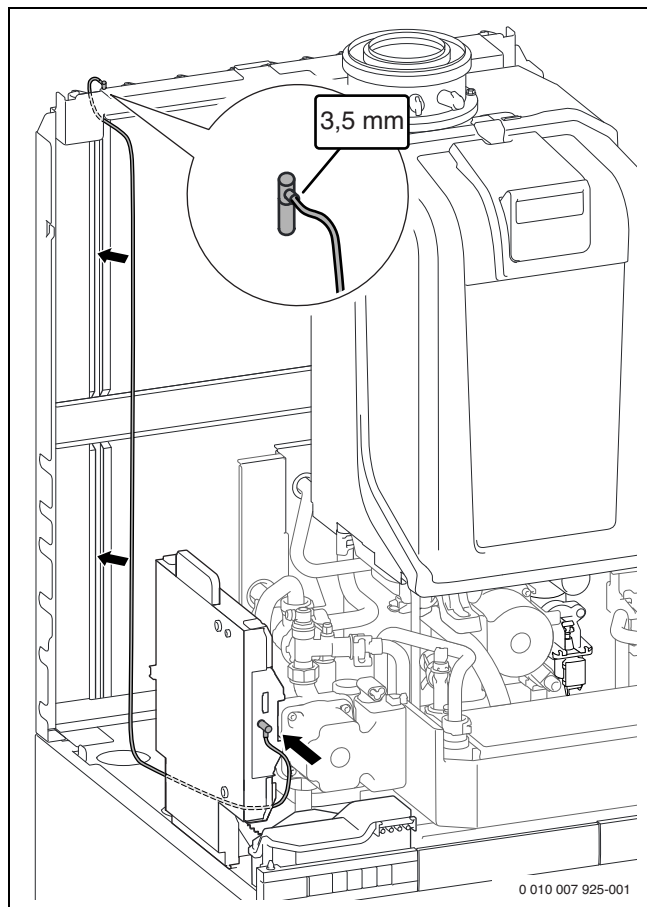

Bild 231 Anschluss und Verlegung des Kabels an Bosch MB LANi
- ▶ Kabel für den Anschluss von Bosch MB LANi aus dem Lieferumfang entsprechend Bild 231 verlegen.